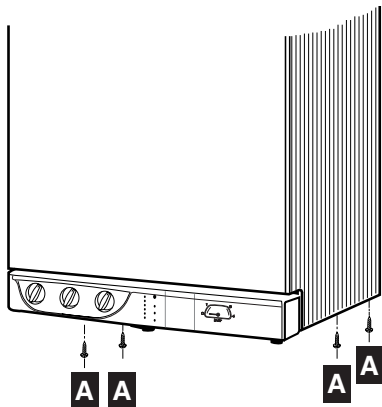

Fig. 20
- visser les 4 vis **A** de fixation de l'habillage, situées en partie inférieure (fig. 20).